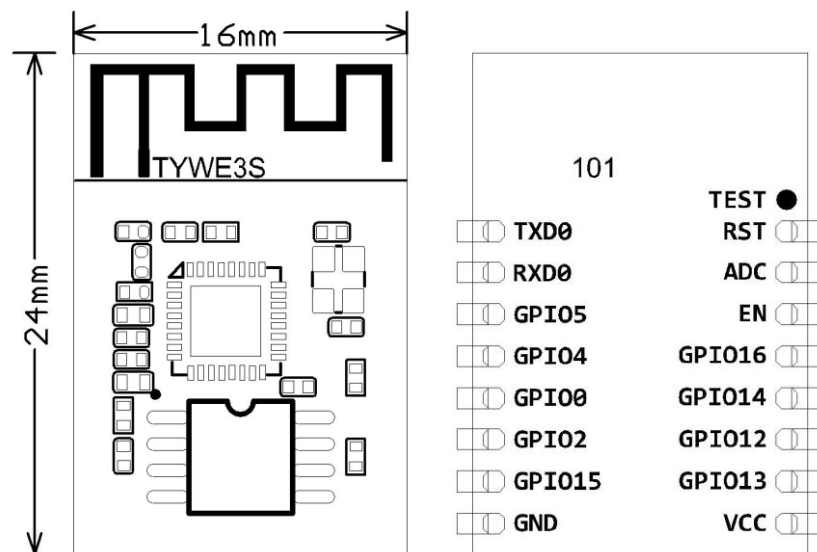

图 2 EMW111 尺寸图 (BOMTTOM LAYER)
EMW111 尺寸大小：16mm (W)×24mm (L)×3.5mm (H) 。EMW111 尺寸图如图 2 所示：